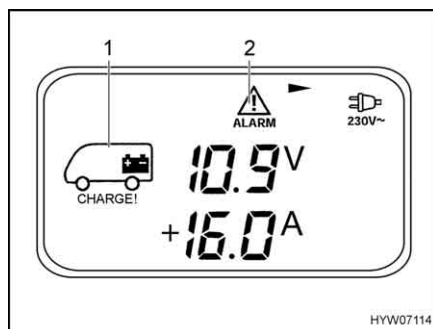

Fig. 129 Menu Batteria (batteria dell'abitacolo)
- Premere il tasto (Fig. 126,2): Appare il menu Batteria (Fig. 129).
- Tensione (V), corrente di carica (+A) e corrente di scarica (-A) della batteria dell'abitacolo (Fig. 129,1)
- Tensione (V) della batteria di avviamento (pagina di menu 2)
Il menu Batteria appare e i simboli (Fig. 129,1 e 2) iniziano a lampeggiare non appena la tensione della batteria dell'abitacolo scende al di sotto di 11 V (misurazione durante il normale esercizio) con conseguente rischio che la batteria si scarichi troppo. Lampeggia inoltre l'indicazione della tensione.